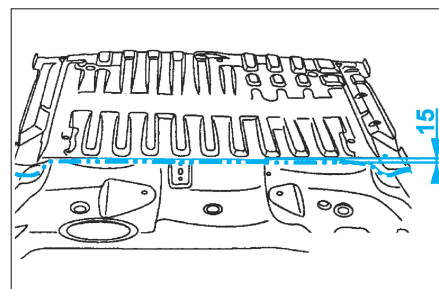

FIG. 154
- Tracer puis découper le plancher à l'aide d'une meule épaisseur 1 mm (coupe définitive) (Fig.154).